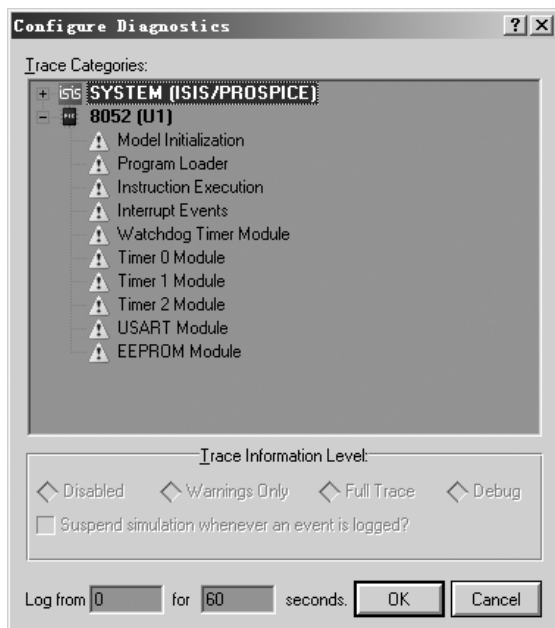

图 4.26 信息配置窗口
- Configure Diagnostics：配置相关的诊断信息，点击后会弹出如图 4.26 所示的对话框，用于对 Proteus 系统以及当前调试的处理器进行配置（如图 4.26 所示为 8052 处理器）。